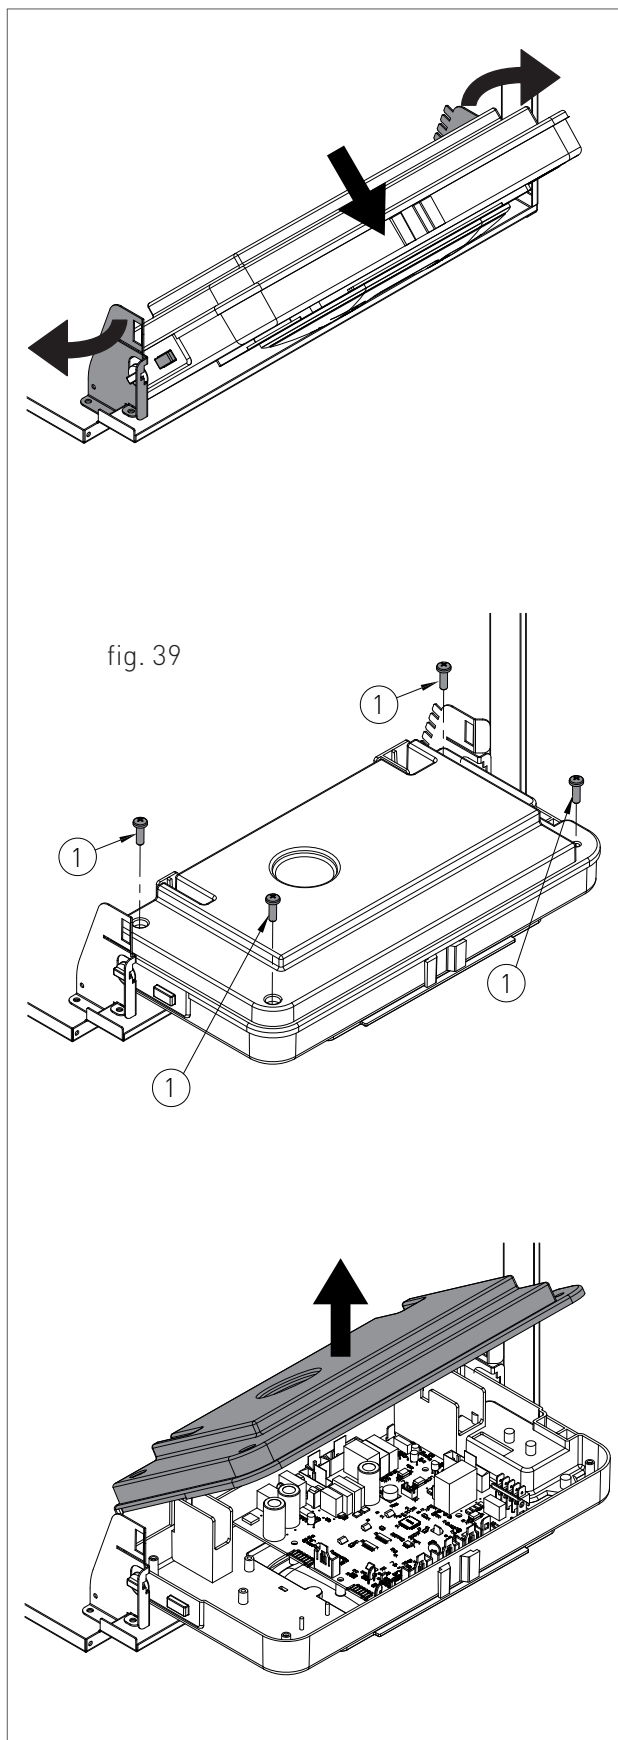

fig. 39
- › Saisir en même temps les étriers de support du panneau de commande (fig. 39) en les desserrant et tourner le panneau vers le bas ;
- › Dévisser les quatre vis de fixation 1 - fig. 39;